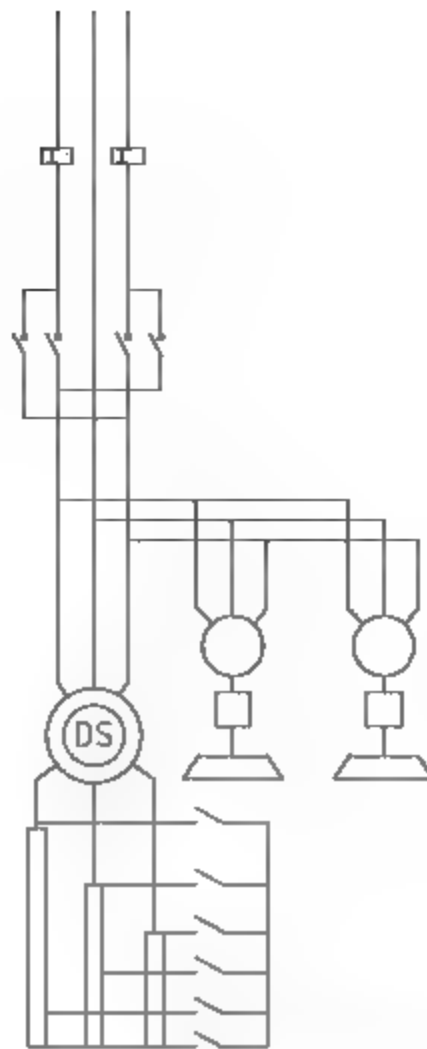

图11-13 修剪线路
**13** 调用TR【修剪】命令，修剪线路以方便识读电气元件，操作结果如图11-13所示。